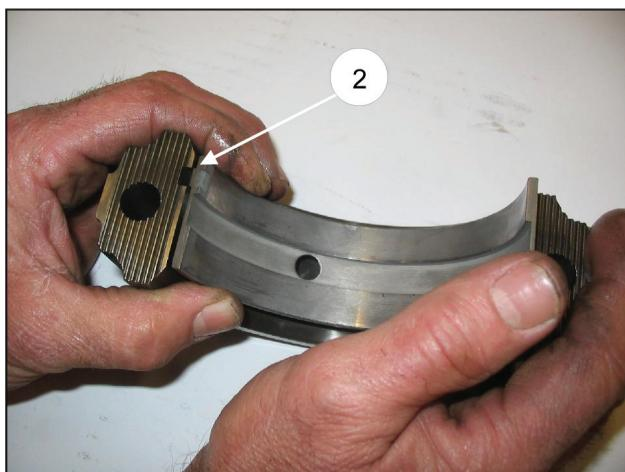

Рис. 6/a
Если штоки поршня были демонтированы, проверьте перед сборкой правильность расположения уплотнительных колец (поз. ①, Рис. 6/b) и замените их при необходимости. Затяните штоки поршня посредством соответствующих двух винтов M6 с моментом затяжки, указанным в таблице стр. 84.